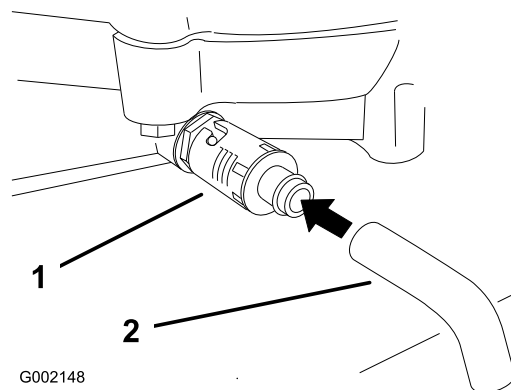

Figura 34
- Coloque un recipiente debajo del tubo de vaciado. Gire la válvula de vaciado para que se drene el aceite (Figura 34).